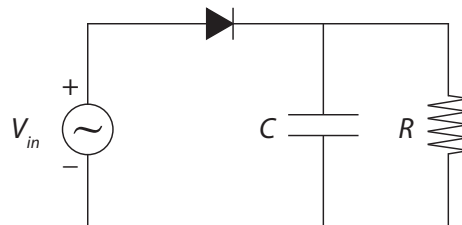

Figura 5.2: Circuito rectificador de media onda con un condensador en paralelo.
- e) Agregue al circuito un condensador de capacidad $C = 10 \mu\text{F}$ como se muestra en la figura 5.2. Observe el voltaje a través de la resistencia con el osciloscopio. Dibuje y explique la forma de este voltaje a partir de los conceptos de carga y descarga del condensador. Estime el tiempo característico a partir de la señal observada en el osciloscopio y compare con el valor de $\tau = RC$.